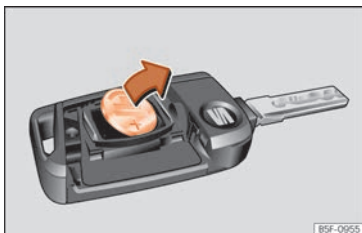

Fig. 89 Llave del vehículo: extracción de la pila.
- Extraiga la pila del compartimento con un objeto fino adecuado » » » **fig. 89.**
- Coloque la pila nueva tal como se muestra » » » **fig. 89** y presiónela en el compartimento para la pila en sentido contrario a la flecha » » » **!**